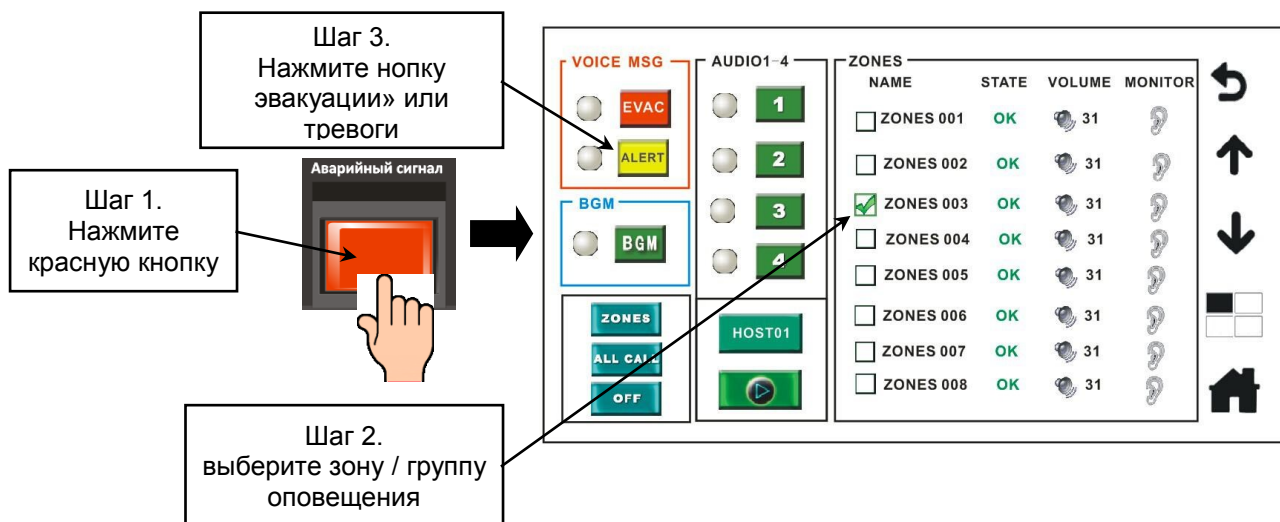

Рис. 4.41. Пример действий по запуску трансляции в аварийном режиме с контроллера из меню управления зонами
1. Используйте контроллер LPA-EVA-MA для трансляции в аварийном режиме (см. Рис. 4.41).